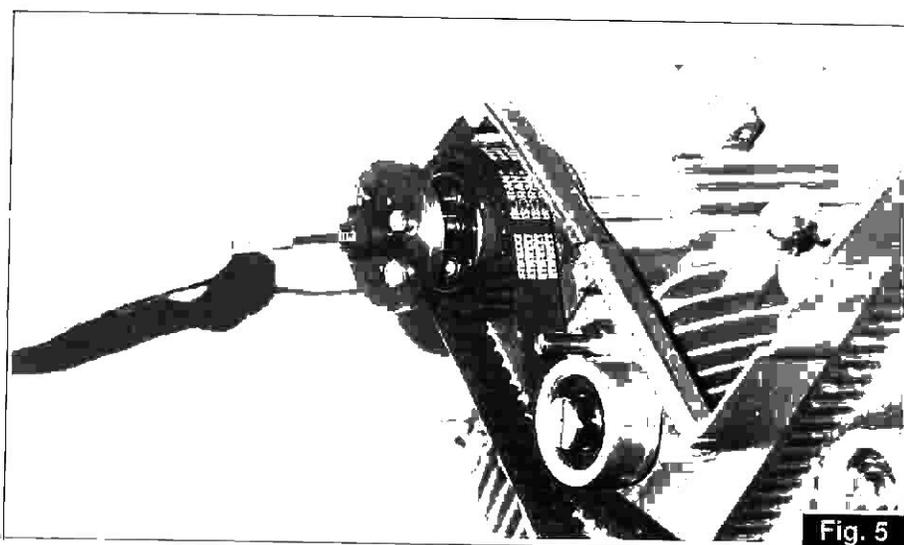

Fig. 5
– L'ingranaggio di trascinamento delle pulegge sugli alberi a camme può essere tolto utilizzando l'apposito attrezzo estrattore cod. 30 94 83 00 (fig. 5/6). Allentare il tendicinghia e togliere le pulegge di comando distribuzione.
– The pulley drive gear on the cam shafts can be removed using the appropriate extractor tool cod. 30 94 83 00 (fig.5/6). Loosen the belt stretcher and remove the timing system command pulleys.